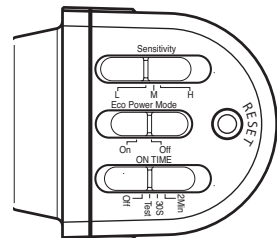

Figura 4
IMPORTANTE: Deslice el interruptor ON-TIME en la parte inferior del detector a la posición OFF y deje que la pila se cargue de 3 a 7 días de pleno sol antes de probarla (vea la Figura 4).
1. Deslice el interruptor de sensibilidad (SENS) a la posición "L", el interruptor ON-TIME (DURACIÓN) a la posición TEST (PRUEBA) y el interruptor ECO POWERMODE a la posición OFF (APAGADO) (vea la Figura 4).
- Botón de reinicio (vea la Figura 4): use un clip para papel para presionar el botón DE REINICIO por 15 segundos para reiniciar la luz.